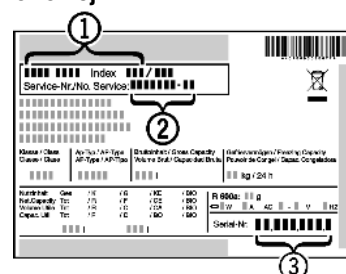

Fig. 18
- ▶ Odczytać z tabliczki znamionowej oznaczenie urządzenia *Fig. 18 (1)*, nr serwisowy *Fig. 18 (2)* oraz numer seryjny *Fig. 18 (3)*. Tabliczka znamionowa znajduje się po lewej stronie wewnątrz urządzenia.